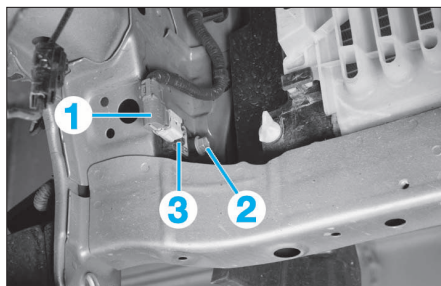

FIG. 12
- Débrancher le connecteur (1) du capteur (fig. 12).
- Déposer la vis de fixation (2) du capteur.
- Déposer le capteur (3).